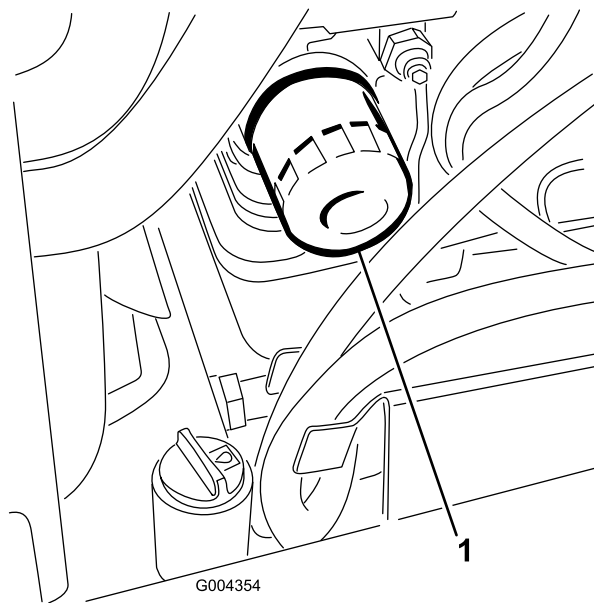

Figura 31
3. Retire el filtro usado (Figura 31) y limpie con un paño la superficie de la junta del adaptador del filtro.